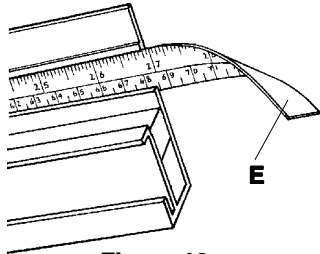
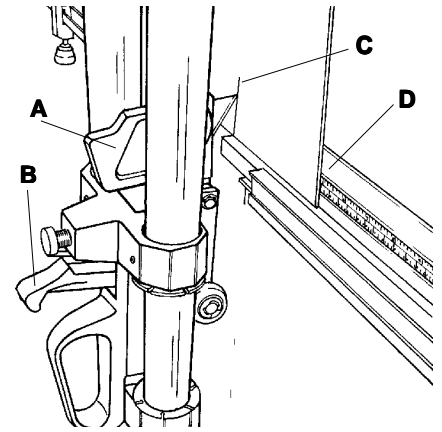

Figure 16
Figure 15
The **RIGHT SUPPORT SCALE** can now be aligned and set in its proper position. Mark a short line on a mat/mount board exactly 6 inches (15cm) from the right edge. Insert the mat/mounting board **PILLAR POST (A)** in the cutting head and lock it with the **SPEED SCREW**. Depress the **SHORT THUMB LEVER (B)** and raise the **CUTTING HEAD**. Place the mat/mount board on the **SQUARING EDGE BAR** and slide it in position so the cutting blade rests exactly on the line **(C)**. See **Figure 15**.
The **RIGHT SUPPORT SCALE** has a strip of double sided tape **(E)** on the back at the right end as seen in **Figure 16**. Slide the **SCALE** out to the right and remove the protective paper from the tape. Now, slide the **SCALE** back to the left until the 6 inch (15cm) index on the **SCALE** lines up with the right edge of the mat/mount board as shown at **(D)** in **Figure 15**. Press on the right end of the **SCALE** and the tape will adhere it in place.
Die **Skala** in der **rechten Halterung** kann jetzt angeglichen und in der richtigen Position befestigt werden. Auf einem Passepartout/Karton ziehen Sie einen Strich, der genau 15 cm von der rechten Kante entfernt ist. Legen Sie den **Passepartout/Karton Halter (A)** in den **Schneidekopf** und ziehen Sie die **Schnellspannmutter** an. Drücken Sie den **kurzen Hebel (B)** und heben Sie den **Schneidekopf** an. Legen Sie das Passepartout/Kartonstück an die **Winkelleiste** an und schieben Sie es in eine Position, so daß die Schneideklinge genau auf dem Strich **(C)** liegt. Siehe **Abbildung 15**.
Auf der Rückseite der **Skala** der **rechten Halterung** befindet sich ein doppelseitiges Klebeband **(E)**, wie in **Abbildung 16** gezeigt. Ziehen Sie die **Skala** nach Rechts heraus und entfernen Sie das Schutzpapier von dem Doppelklebeband. Schieben Sie die **Skala** jetzt wieder nach Links bis die 15 cm Marke auf der **Skala** auf gleicher Höhe mit der rechten Kante des Passepartout/Kartonstückes ist, siehe **(D)** in **Abbildung 15**. Drücken Sie auf das rechte Ende der **Skala**, um sie in dieser Position zu befestigen.
Vous pouvez maintenant aligner la **RÈGLE DE SUPPORT DROIT** et la placer à la bonne position. Tracez une petite ligne sur l'encadrement ou le panneau de montage à 15 cm (6 po.) exactement du bord droit. Introduisez l'**OUTIL (A)** pour la coupe d'encadrements et de panneaux de montage dans la tête de coupe et verrouillez-le à l'aide de la **VIS DE SERRAGE**. Appuyez sur le **LEVIER DE TAQUET COURT** et soulevez la **TÊTE DE COUPE**. Placez l'encadrement ou le panneau de montage sur la **BARRE DE BORD D'ÉQUARRISSAGE** et faites-le glisser à sa place de manière à ce que la lame repose directement sur la ligne que vous avez tracée **(C)**. Référez-vous à la **Figure 15**.
Comme vous pouvez le voir dans la **Figure 16**, la **RÈGLE DE SUPPORT DROIT** comporte une bande de ruban adhésif sur les deux côtés **(E)**. Faites glisser la **RÈGLE** vers la droite pour la retirer et enlever le papier protecteur qui se trouve sur le ruban adhésif. Refaites ensuite glisser la **RÈGLE** vers la gauche jusqu'à ce que l'index de 15 cm (6 po.) sur la **RÈGLE** soit aligné avec le bord droit de l'encadrement ou du panneau de montage, comme il est indiqué au **(D)** de la **Figure 15**. Appuyez sur le bout droit de la **RÈGLE** et le ruban adhésif la fera coller à sa place.
La **ESCALA DEL SOPORTE DERECHO** puede alinearse y graduarse en su posición correcta ahora. Marque una línea corta en una plancha de mat/mount a exactamente 6 pulgadas (15 cm) del borde derecho. Inserte el **POSTE de PILAR (A)** de tablero de mat/mount en el cabezal de corte y asegúrelo con el **TORNILLO DE VELOCIDAD**. Baje la **PALANCA CORTA DE PULGAR (B)** y eleve el **CABEZAL DE CORTE**. Coloque la plancha de mat/mount en la **BARRA DE ENCUADRE DE BORDE** y deslícelo en posición de manera que la cuchilla de corte descansa exactamente en la línea **(C)**. Vea la **Figure 15**.
Figure 16. Deslice la **ESCALA** hacia la derecha y saque el papel protector de la cinta. A continuación, deslice nuevamente la **ESCALA** hacia la derecha hasta que el índice de 6 pulgadas (15 cm) en la **ESCALA** se alinee con el borde derecho de la plancha de mat/mount como se muestra en **(D)** en la **Figure 15**. Presione sobre el extremo derecho de la **ESCALA** y la cinta se adherirá en su lugar.